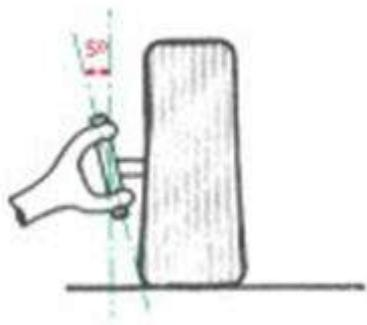

Fig. 36
**Salida:** Se considera la vertical del eje con la prolongación del pivote en sentido transversal. Suele ser de 5° Fig. 36-